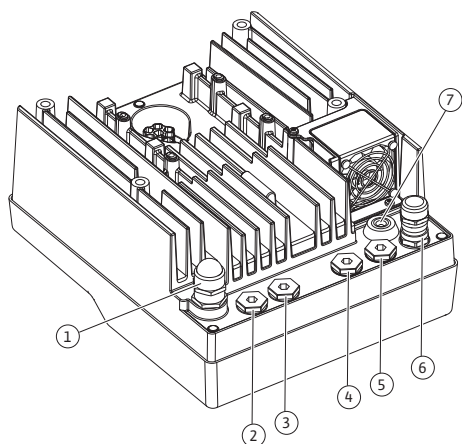

Fig. 19: Kabelske uvodnice/kabelske provodnice
4. Priključni kabel treba provesti kroz kabelsku uvodnicu M25 (Fig. 19, poz. 1). Kabelsku uvodnicu stegnite utvrđenim zakretnim momentom.